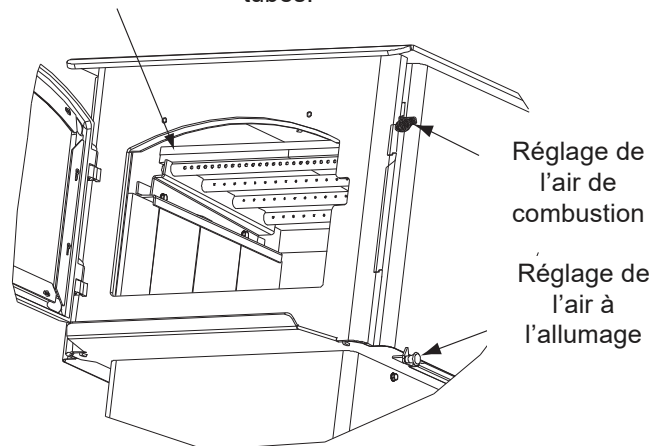
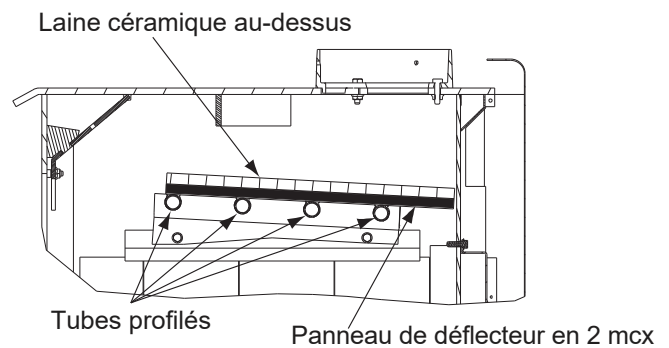

Figure 24.3
Figure 24.4
4. Réinstallez les pièces du déflecteur une pièce à la fois. Assurez-vous que les panneaux déflecteurs sont bien avec le tube du collecteur avant et reposent sur tous les tubes (**Figure 24.3 et Figure 24.4**).
5. Pour réinstaller la couverture en céramique, il est plus facile de la plier en deux en premier. Placer sur le dessus du déflecteur, ouvrir, aplatir et lisser la couverture. Vérifiez à nouveau le déflecteur pour le positionnement correct (**Figure 24.2 et Figure 24.4**).